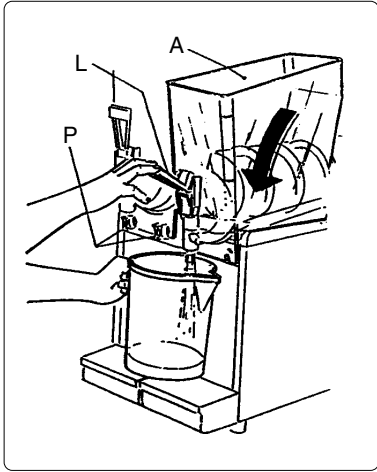

Fig. 10
a) svitare i pomelli (P), abbassare la vasca (A) al fine di eliminare gli eventuali residui di prodotto attraverso il rubinetto di uscita (vedi fig. 10).